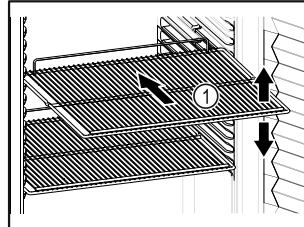

Fig. 57 Ενδεικτική απεικόνιση
- Εάν οι σχάρες Fig. 57 (1) είναι ρυθμιζόμενες, προσαρμόστε τα ανάλογα με το ύψος.